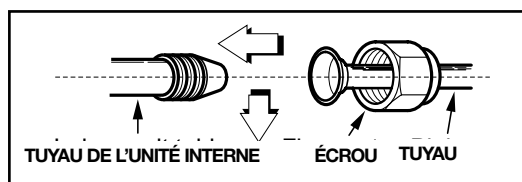

fig.16a
- 5b. Serrer les écrous avec une clé dynamométrique comme le montrent les fig. 16a et 16b.